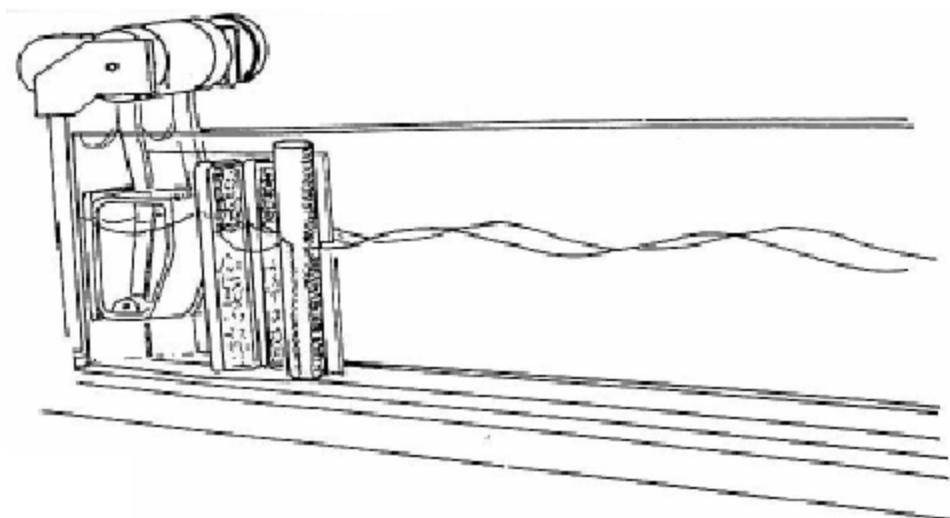

Fig. 3 Superposición de olas de la misma fase
- Después de la entrada de las olas se determina su amplitud (Fig. 3).